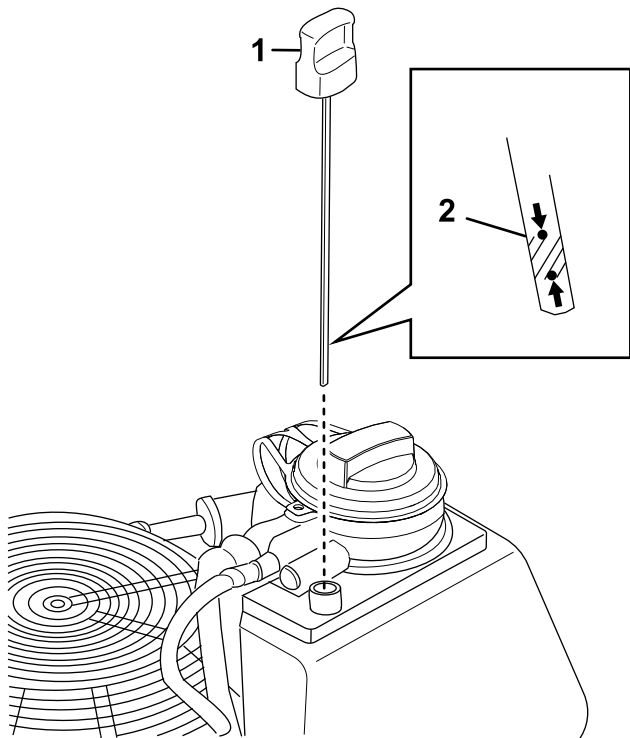

Figure 37
4. Retirez la jauge d'huile et essuyez-la soigneusement (Figure 37).
Le niveau d'huile doit atteindre le repère maximum sur la jauge (Figure 37).